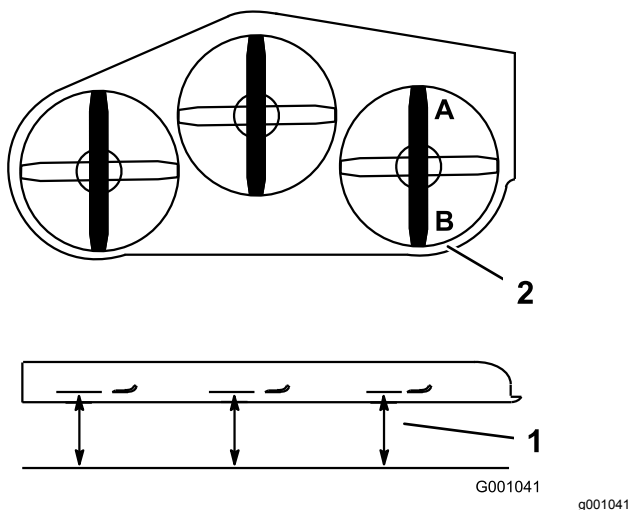

Figure 101
1. Tournez la lame **droite** dans le sens longitudinal (Figure 101).
2. Mesurez la distance au point **A** entre la surface plane et le tranchant de la pointe de la lame droite (Figure 101).
4. Mesurez la distance au point **B** entre la surface plane et le tranchant de la pointe de la lame droite (Figure 101).
6. La lame doit être plus basse de 6 à 10 mm ($\frac{1}{4}$ à $\frac{3}{8}$ po) au point **A** qu'au point **B** (Figure 101). Si ce n'est pas le cas, passez aux opérations suivantes.